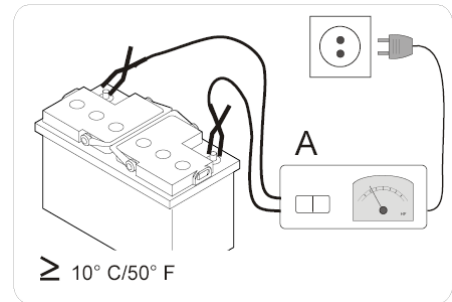

图 13
- 3.1 在新车检测或二手车检测之前 → 连接推荐的充电器，请参见步骤 11.，(→ 图 13)。